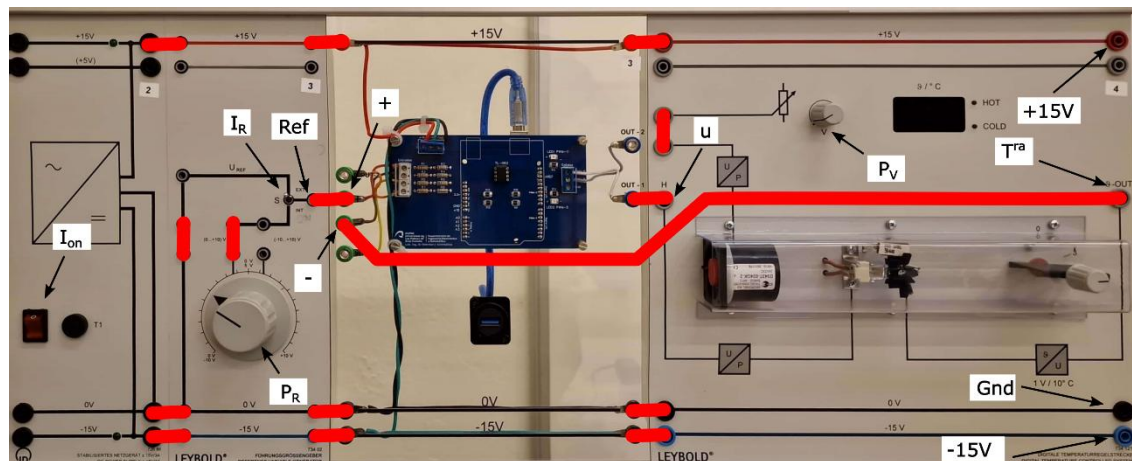
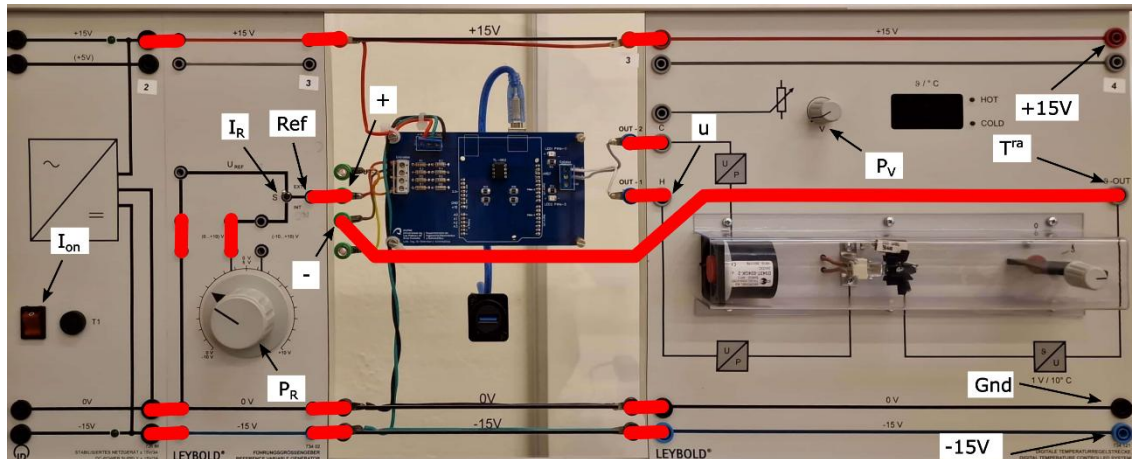

Figura 6.9.- Conexiones con módulo Arduino con control manual del ventilador.
Figura 6.10.- Conexiones con módulo Arduino con control por Arduino del ventilador.
Las figuras 6.9 y 6.10 muestran las conexiones de los equipos de prácticas cuando se utiliza el módulo de control Arduino y el módulo térmico nuevo. La **figura 6.9** será la utilizada para el control utilizando el **IDE de Arduino**, mientras que la **figura 6.10** será la utilizada para el control utilizando el **Simulink**.
Para la toma de datos se deben de seguir los siguientes pasos y si se utiliza el módulo Arduino se debe utilizar el cableado de la **figura 6.9**,
Para la toma de datos se deben de seguir los siguientes pasos y utilizar las **conexiones** de la **figura 6.10**:
2. **Desconectar** la **conexión** marcada como **u** en la **figura 6.10** (esto evitará que se encienda la lámpara hasta que el modelo del Simulink esté ejecutándose).
8. Una vez el modelo en ejecución **conectar la conexión u** de la **figura 6.10**.